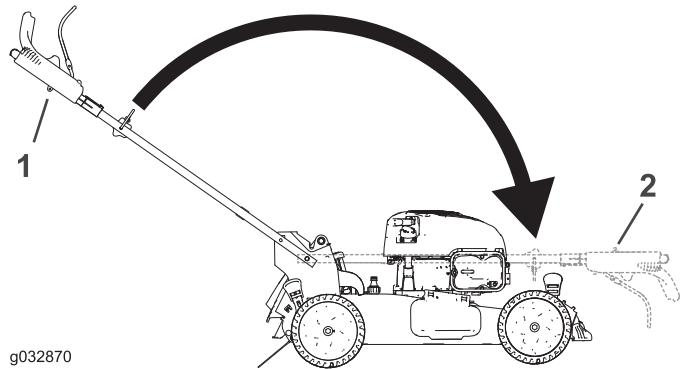

Figure 26
3. Insérez le boulon de carrosserie (la tête du boulon vers l'intérieur) dans le support du guidon et dans le trou supérieur à l'extrémité du guidon. Vérifiez que les bords carrée de chaque boulon de carrosserie s'engagent dans le trou carré supérieur ou inférieur du support de guidon correspondant (Figure 26).